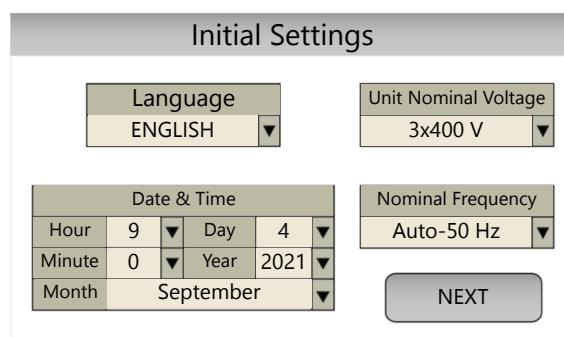

Fig. 52. Première écran de configuration de la pre-
4. **Basculer sur «On» l'interrupteur d'entrée de l'onduleur lui-même (Q1). L'écran affiche « Initial settings » (**Paramètres initiaux**), voir *Fig. 52*. S'il s'agit réellement de la première mise en marche de l'onduleur, l'anglais est la langue par défaut. Le cas échéant, l'équipement est déjà configuré selon l'installation, passer directement au paragraphe 6.1.3.**